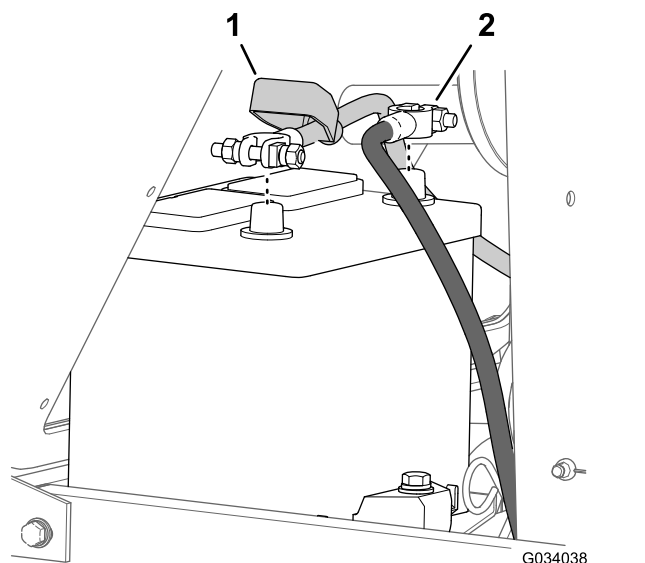

Figura 51
2. Desconecte el cable negativo (-) del borne de la batería (Figura 51).
3. Aleje el capuchón aislante de la abrazadera del cable de la batería (Figura 51).
4. Desconecte el cable positivo (+) del borne de la batería (Figura 51).
7. Conecte los cables, cable positivo (+) al borne positivo de la batería (Figura 51).
8. Conecte el cable negativo (-) al borne negativo de la batería (Figura 51).